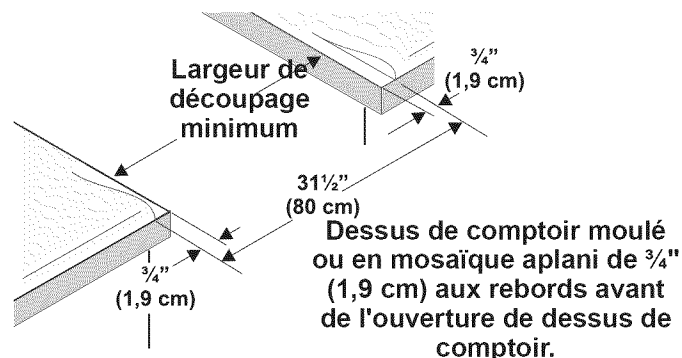

Figure 1
- Les dessus de comptoir au rebord avant moulé doivent être aplanis de 3/4" (1,9 cm) à chaque coin avant de l'ouverture (Figure 1).
- Il est possible qu'il soit nécessaire d'aser de 3/4" (1,9 cm) les dessus de comptoir en mosaïque à chaque coin avant et/ou d'aplanir le rebord arrondi (Figure 1).